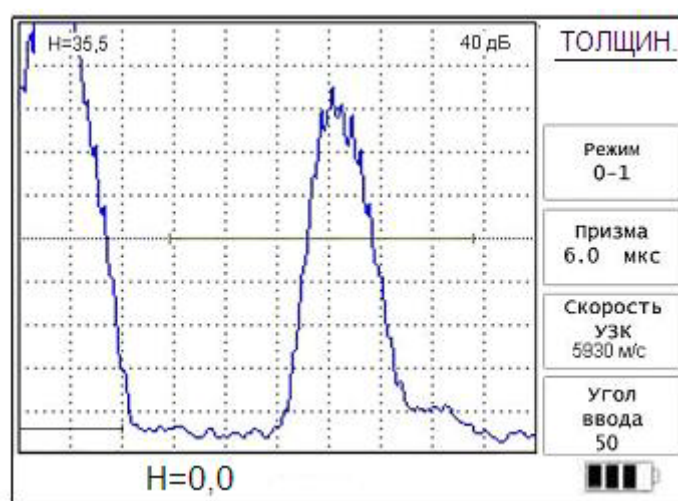

Рис.5.11.
5.4.6. Меню «ТОЛЩИНОМЕР» содержит следующие параметры (рис.5.11).